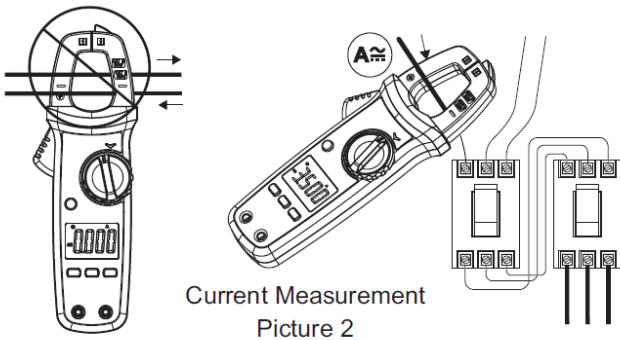

Рисунок 2
9.1 Измерение переменного и постоянного тока (Рис. 2)